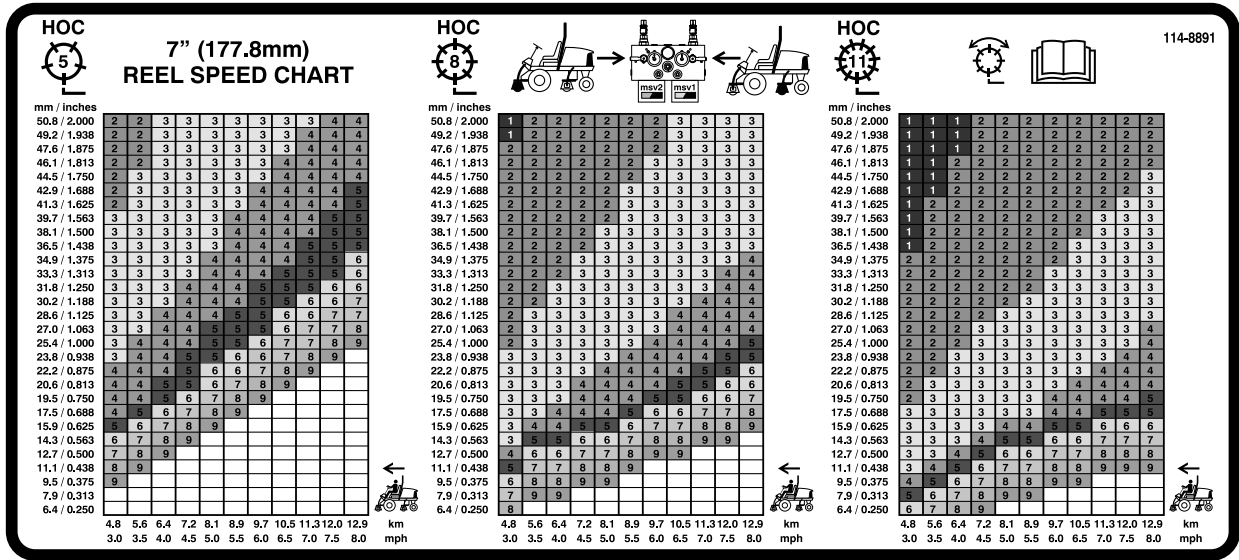

Figure 41
3. Utilisez le graphique approprié sur l'autocollant 110-0996 (Figure 41) pour le Reelmaster 5510 & 5610 avec plateaux de coupe à cylindre de 17,8 cm [7 pouces], ou l'autocollant 110-8923 (Figure 42) pour le Reelmaster 5210 & 5410 avec plateaux à cylindre de 12,7 cm [5 pouces], afin de déterminer le réglage de vitesse correct des cylindres.